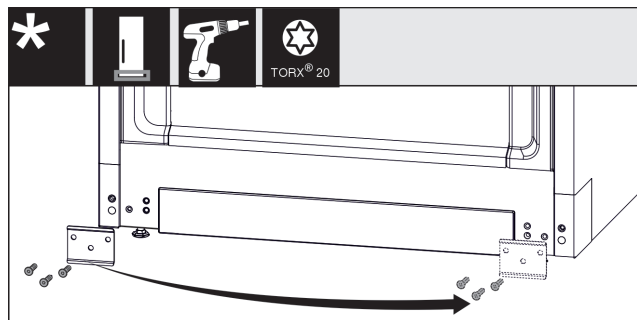

Fig. 12
- ▶ Odvijte pločevino, prestavite jo na drugo stran in nato znova privijte. Fig. 12 (1)
- ▶ Oblogo ponovno namestite na drugi strani. (1)